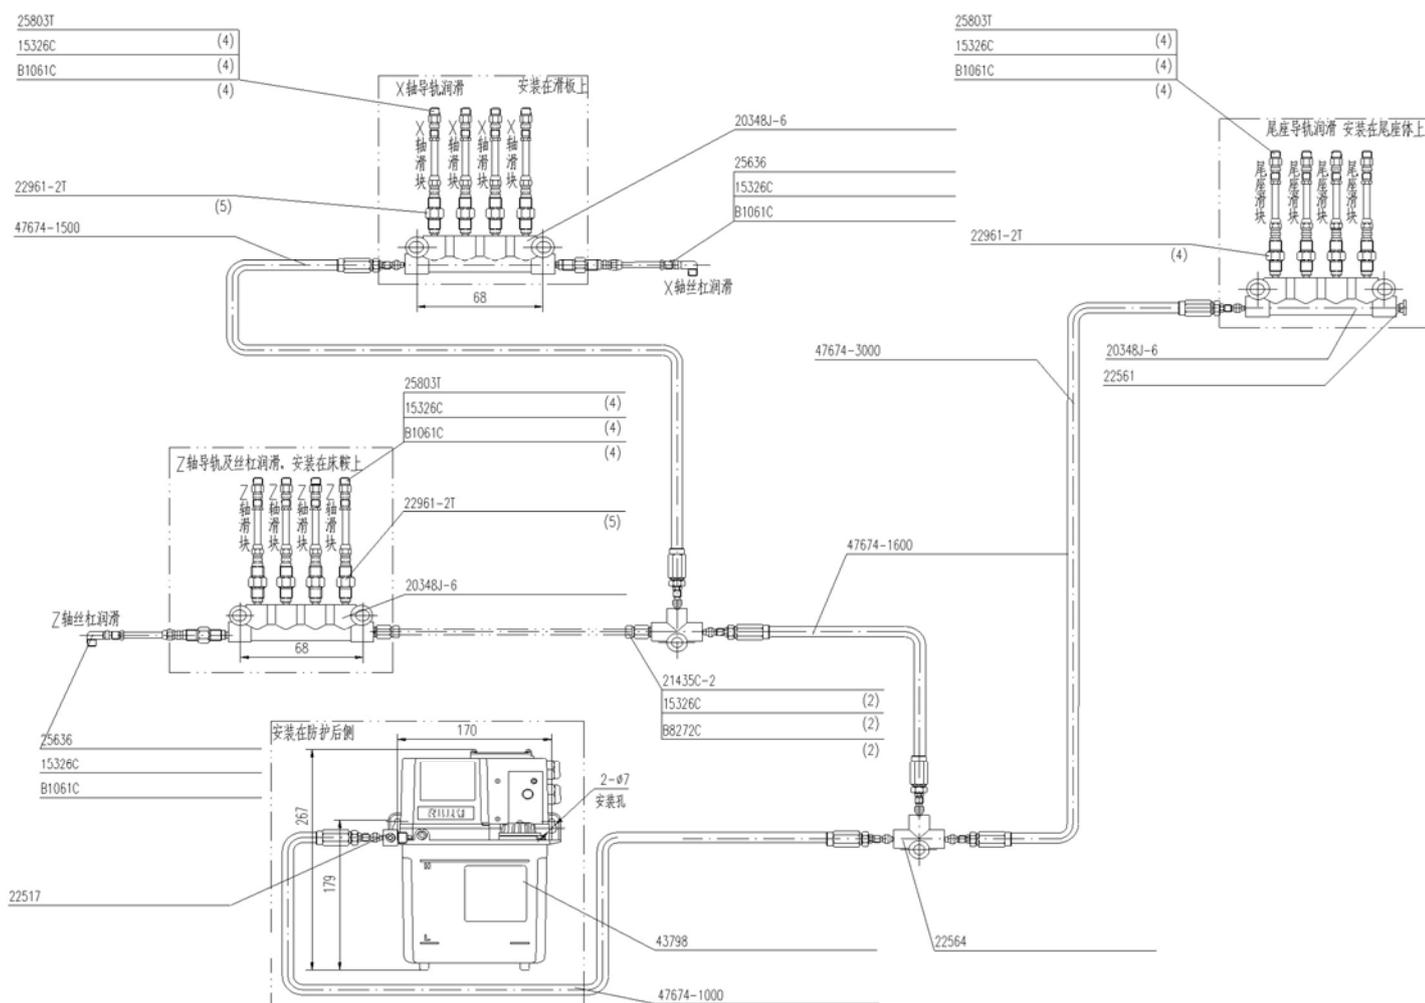

Рис. 15 Элементы системы смазки
5.3.7.2 Чертеж системы смазки (см. рис. 15)